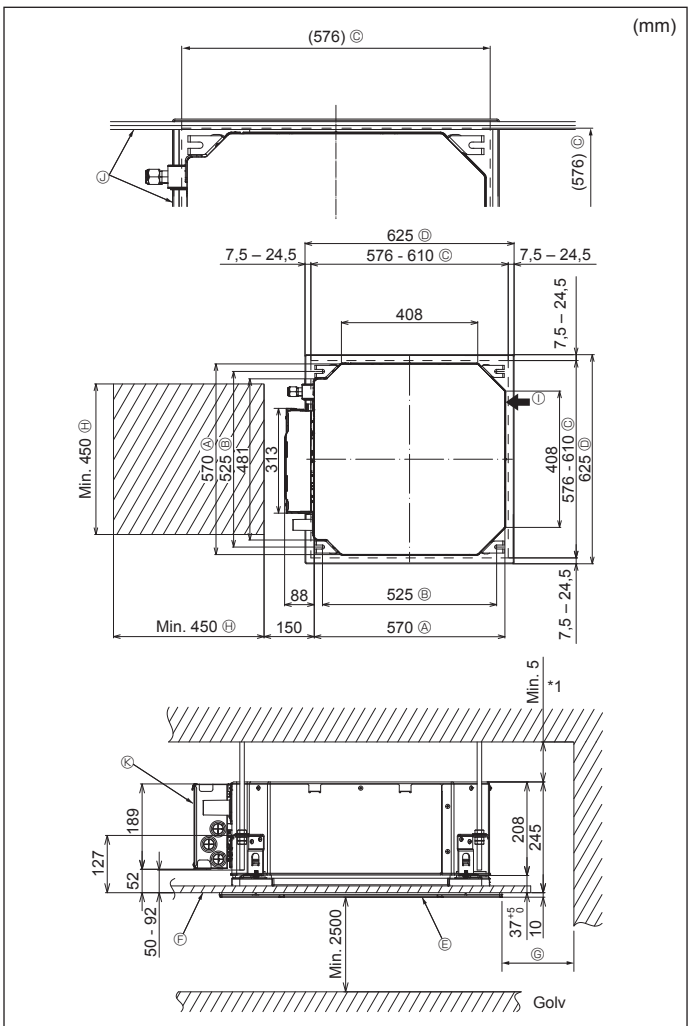

Fig. 4-2
⑤	Kondensvattenanslutning	1
⑥	Isolering	1
4.2. Placering av taköppningar och upphängningsbultar (Fig. 4-2)